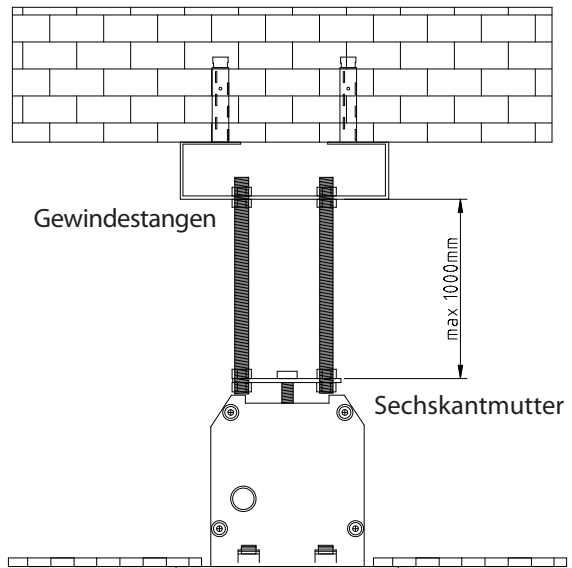

Abbildung 5
- Bringen Sie die Leinwand nun mit Hilfe der Sechskantmuttern in eine horizontale Lage und verschließen damit Deckenaussparung (Abbildung 5). Nutzen Sie eine Wasserwaage, um die Leinwand auszurichten. (Abbildung 5)